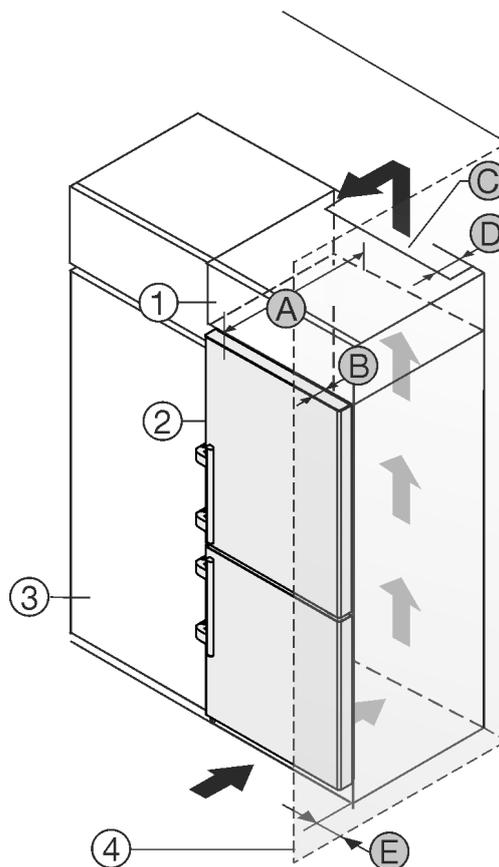

Fig. 2
Du kan plassere apparatet rett ved siden av kjøkkenskapet *Fig. 2 (3)*.*
På baksiden av skapmodulen over enheten må det installeres en ventilasjonskanal med dybden *Fig. 2 (D)* over hele skapmodulens bredde.*
Ventilasjonsverrsnittet *Fig. 2 (C)* under taket i rommet må overholdes.*
Hvis apparatet plasseres med hengslene mot en vegg *Fig. 2 (4)*, må avstanden mellom apparatet og veggen være minst 57 mm. Dette tilsvarer hvor mye håndtaket stikker ut når døren er åpen.*
For at du skal kunne åpne døren helt, må apparatet rage dørdybden *Fig. 2 (B)* lenger ut enn fronten på kjøkkenskapene. Avhengig av kjøkkenskapenes *Fig. 2 (3)* dybde og bruk av veggavstandsstykker kan enheten rage enda lengre ut.*